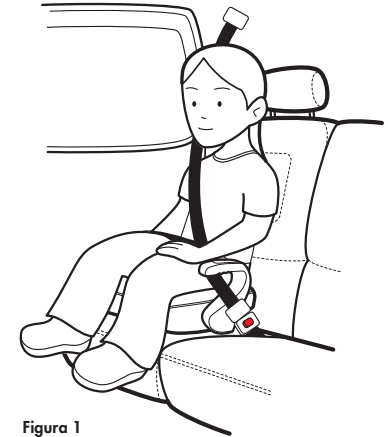

Figura 1
- Al sentar a un niño en el asiento de seguridad utilice SÓLO los cinturones de regazo y hombro que tiene el vehículo (véase la figura 1).